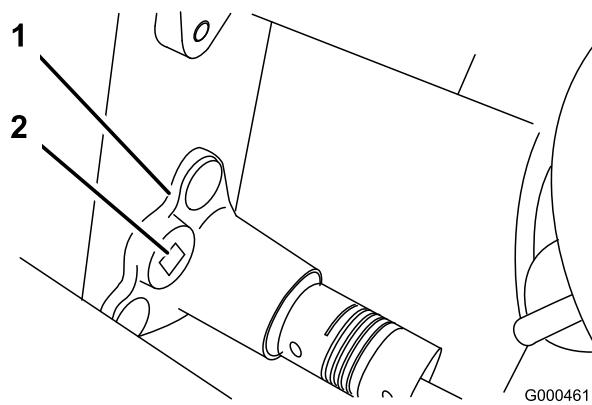

Figure 37
- À l'aide d'une clé dynamométrique de 3/8 pouce, tournez le logement de roulement avec un couple de 4 à 4,5 Nm pour obtenir la tension voulue (Figure 37).